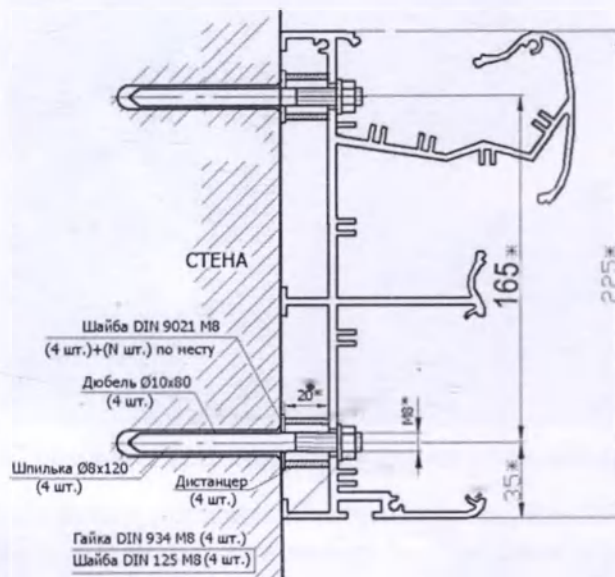

Рис. 6 Крепление консоли для стен монолит/кирпич/блок
- 7.6 Для крепления блока консоли на шпильках, просверлить в стене отверстия под дюбели и вставить дюбели и шпильки. Размеры для мест крепления на стене приведены на Рис. 5. Разметку можно проводить, непосредственно прикладывая корпус консоли к стене. Способ крепления приведен на Рис. 6.
- Надеть консоль на шпильки (Рис. 6), закрепленные в стене, и закрепить гайками М8 и шайбами Ø8, не затягивая крепежа до конца.